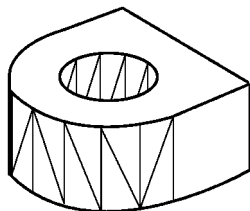

图 12.10
2. 创建如图 12.10 所示的三维实体的二维平面图,含主视图、俯视图、剖面图,将图形整理成标准图。